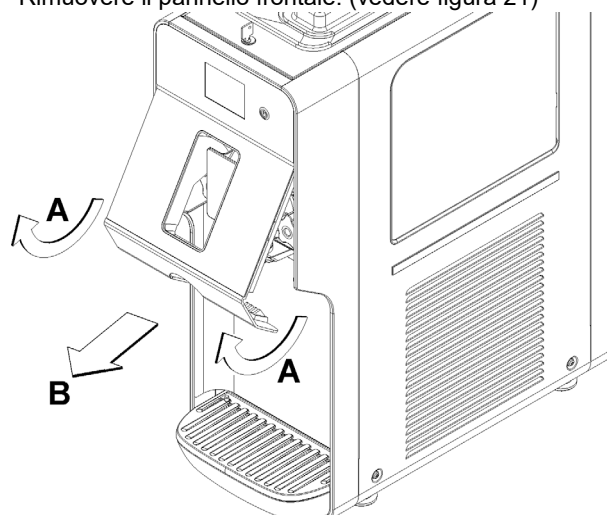

**figura 19**
**4** Rimuovere il tubo di miscelazione e smontarlo (vedere figura 19) e (vedere figura 20).